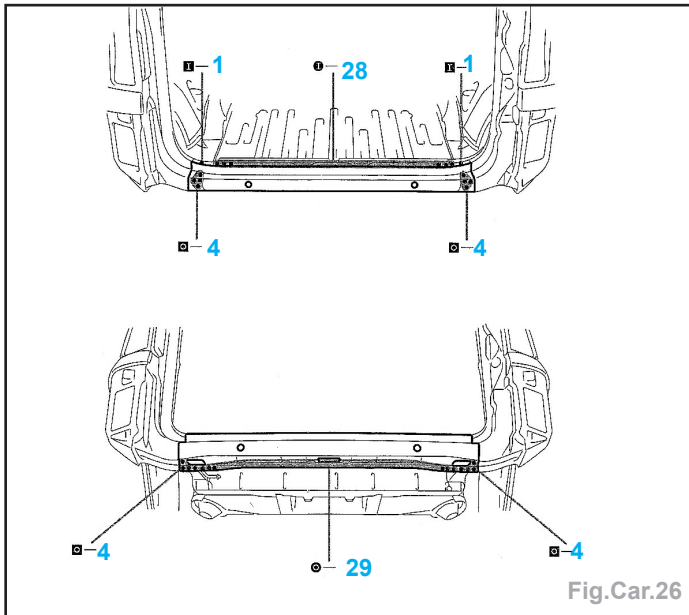

Fig.Car.26
- Fraiser et meuler les points de soudures électrique (Fig.Car.26).